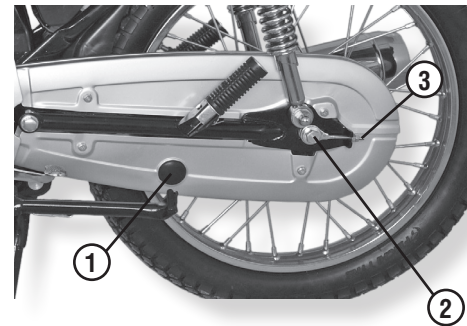

Рис. 19 Регулировка натяжения цепи
Цепь привода заднего колеса мотоцикла **Simpler 125** защищена от загрязнения кожухом. Для контроля натяжения цепи и нанесения смазки в левой нижней части кожуха имеется отверстие, закрытое пластмассовой заглушкой (рис. 19, поз. 1). Извлеките заглушку и проверьте вертикальное перемещение нижней ветви цепи. Оно должно составлять 15-20 мм. Регулировку натяжения цепи производите в следующей последовательности:
1. ослабьте гайку оси колеса (рис. 19, поз. 2)
2. равномерно вращая гайки растяжек (рис. 19, поз. 3), отрегулируйте необходимое натяжение цепи.